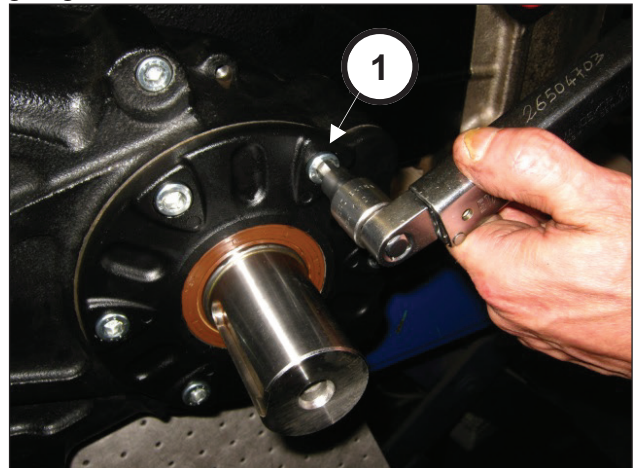

Abb. 82
Drehen Sie die 6 Schrauben M10x25 fest (Pos. ①, Abb. 82). Eichen Sie die Schrauben mit einem Drehmomentschlüssel, wie in Kapitel 3 EICHWERTE FÜR DEN SCHRAUBENANZUG gezeigt.